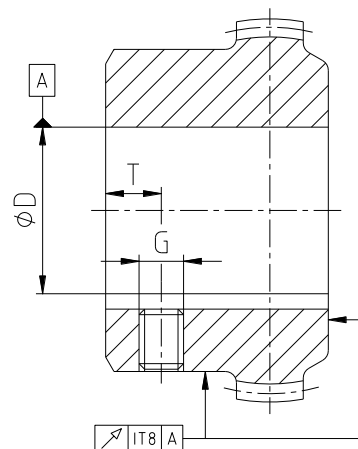

図 9: 外周と端面の振れの許容値
- お客様が軸穴加工をされる場合はハブ(スチールハブ)の外周と端面の振れが許容値を超えないようにしてください(図 9 をご参照)。